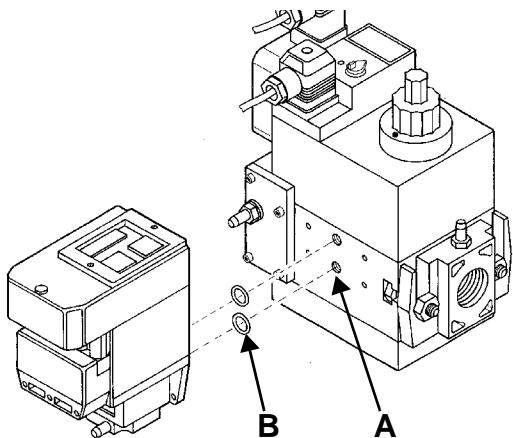
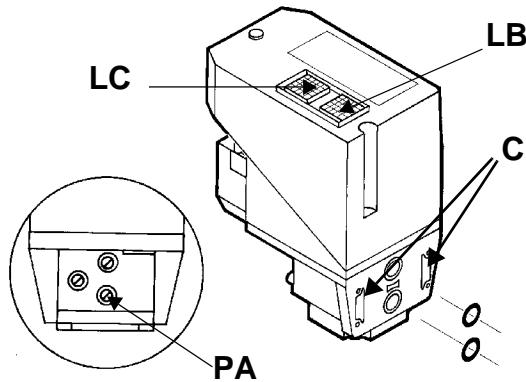

Рис. 17
Рис. 18
- 3). снять крепежные винты группы Multibloc (Рис. 17-А)
- 4). вставить уплотнительные кольца (10,5x2,25) в VPS 504 (Рис. 18-В, Рис. 17-В)
- 5). закрутить 4 винта блока контроля герметичности (M4x16) Рис. 17-С.
Для проверки работы, подсоедините манометр к штуцеру для отбора давления PA (Рис. 18). Если проверка завершилась положительно, через несколько секунд зажигается жёлтая лампочка LC. В противном случае загорается красная лампочка блокировки LB. Чтобы перезапустить горелку, необходимо разблокировать блок управления нажатием на светящуюся кнопку LB.